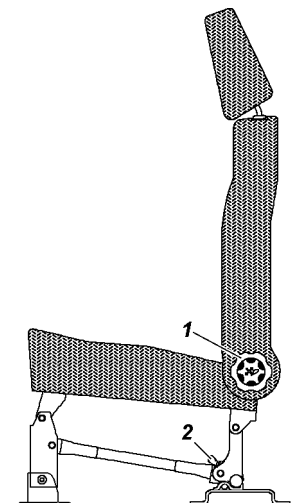

Рис. 3.8. Заднее трехместное сиденье:
Заднее трехместное сиденье (рис. 3.8) может быть разложено для организации спального места или сложено для увеличения объема грузового помещения.
- вращением ручек 1 (рис.3.8) наклоните спинки заднего трехместного сиденья назад до упора в подушки откидных сидений;
- вращением ручек 1 (рис.3.8) наклоните спинки заднего сиденья вперед до упора;